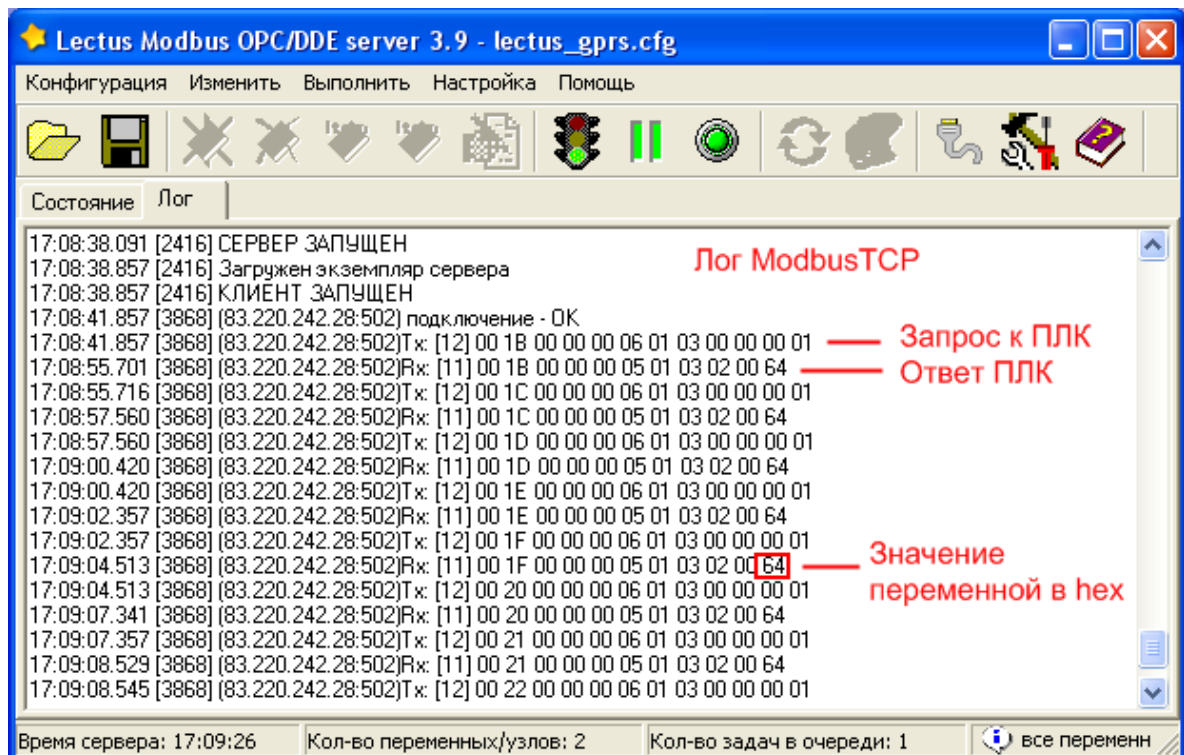

Рис.15 Обмен посылками по ModbusTCP, лог LectusOPC
9. Через некоторое время OPC-сервер соединится с ПЛК100 и начнется обмен Modbus-пакетами, для контроля над этим процессом необходимо перейти на вкладку «Лог» (рис.15).